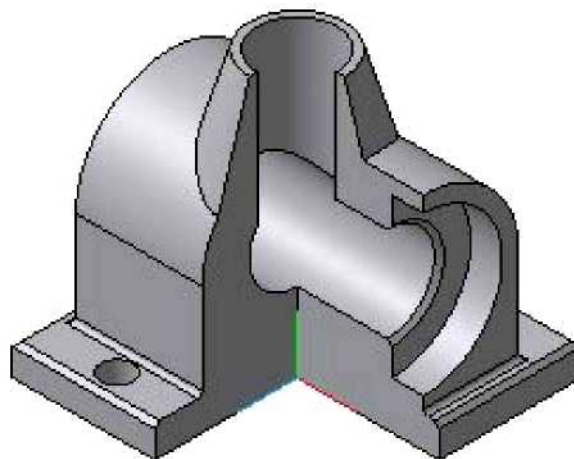

Рис. 7.33
16. Вырез четверти модели создаем при помощи команды  **Сечение по эскизу**. Результат работы представлен на рис. 7.33. Способ отображения - полутонное с каркасом.